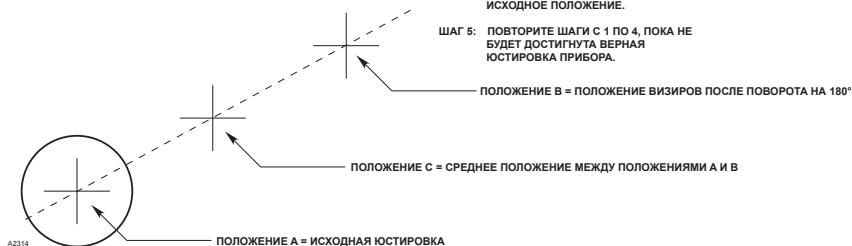

Рис. 27 — Юстировка LS2000 с использованием телескопического устройства для юстировки
- A. Регулируйте настроечные винты прицельного инструмента до тех пор, пока визиры не будут посредине между исходным положением (центром окошка источника излучения) и нынешним положением (после поворота устройства на 180°). См. рис. 27.